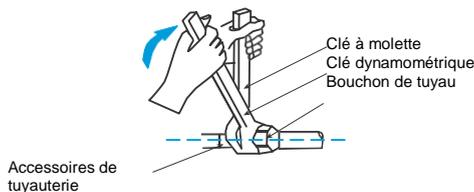

Figure 4.1
- ◆ Utilisez deux robinets pour installer ou enlever le tuyau, un robinet commun et une clé dynamométrique. Voir figure 4.1